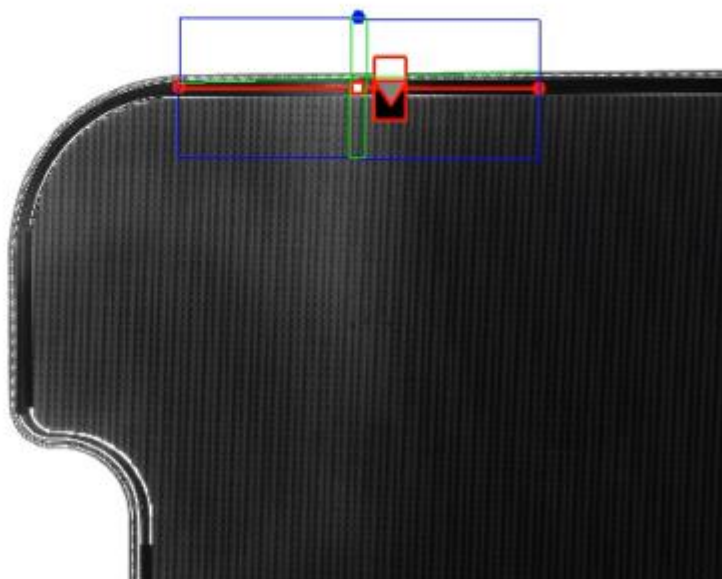

图 2-16
- e. **单直线：**操作方式与“直线交点”类似；如下图 2-16 所示：